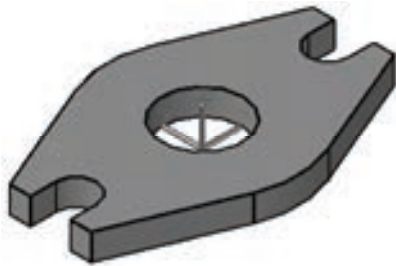

图 10-6 概念视觉效果
7) 指定视觉样式。打开功能区“常用”选项卡的“视图”面板，从“视图样式”下拉列表框中选择“概念”选项，或者在“视图”菜单中选择“视觉样式”→“概念”命令，则模型的视觉效果如图 10-6 所示。